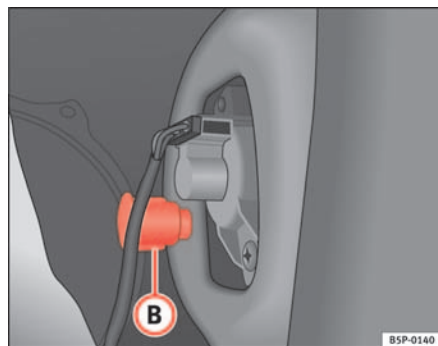

Fig. 189 Luz de población/freno
- Desenrosque la pieza de plástico ⇒ fig. 189 **B** que fija el piloto. Para iniciar el giro puede servirle de ayuda insertar el destornillador en dicha pieza.